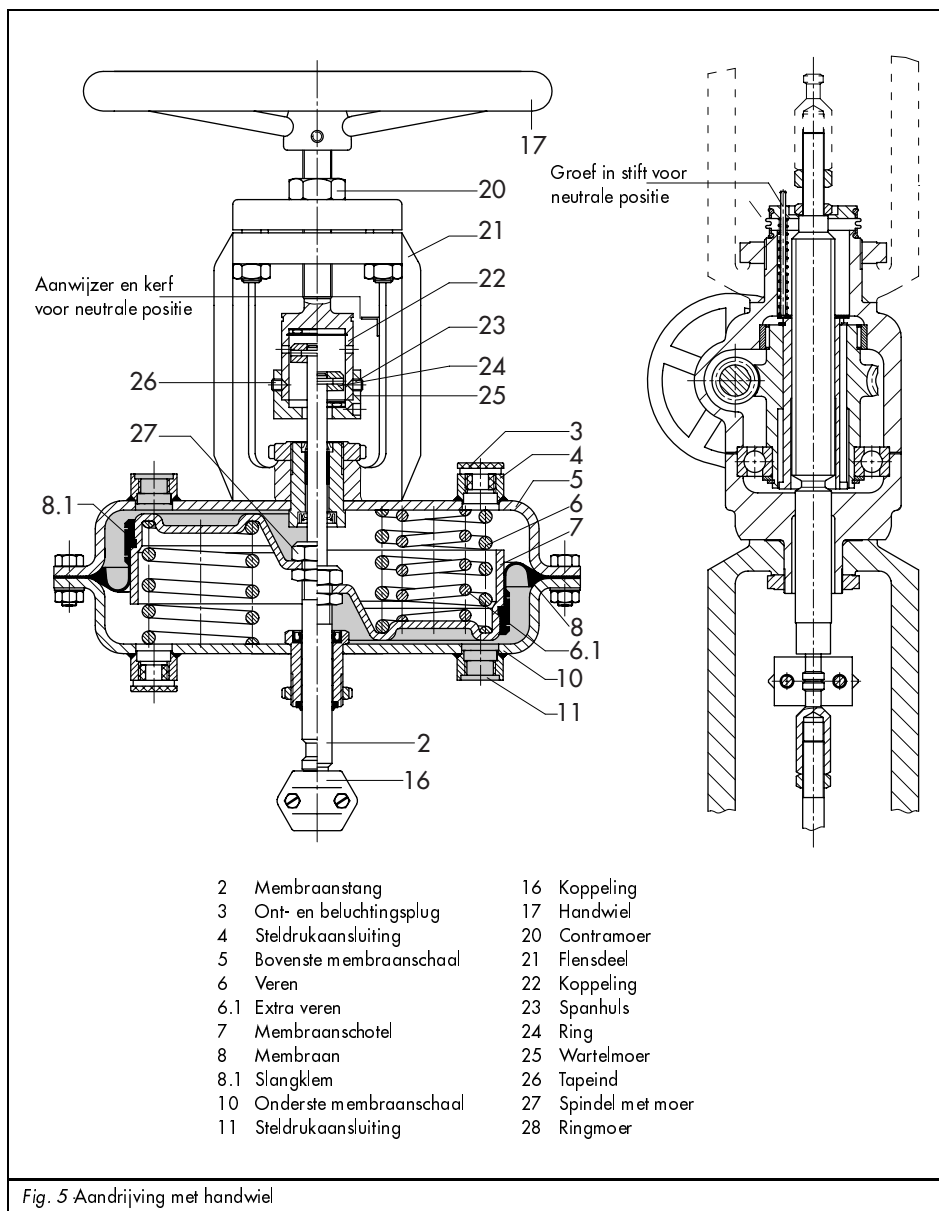

Fig. 5 Aandrijving met handwiel
Bij aandrijvingen met handbediening (fig. 5) wordt na het losmaken van een borging (borgmoer) de membraanstang via een spindel bewogen.
Voor een storingsvrij bedrijf van de aandrijving is het van belang dat het ontluchttingsgat in de ont- en beluchttingsplug niet is verstopt (3). Bij de uitvoering met handbediening dient men er op toe te zien dat bij pneumatische bediening van het ventiel de klepstang zich vrij kan bewegen. De handbediening dient men daartoe in de neutrale positie te zetten (fig. 5).
alleen 240, 350 en 700 cm² (fig. 5)
(fig. 5, alleen bij type 3271 als speciale uitvoering)